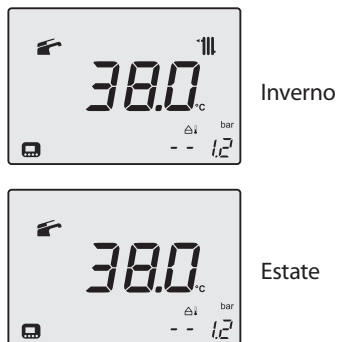

Figura 9.26
- Ripremendo contemporaneamente per 10 secondi i tasti 20 - 23 - 24 (Figura 9.20) si esce dalla "modalità spazzacamino" e si ritorna allo stato di caldaia precedentemente impostato (Figura 9.26).